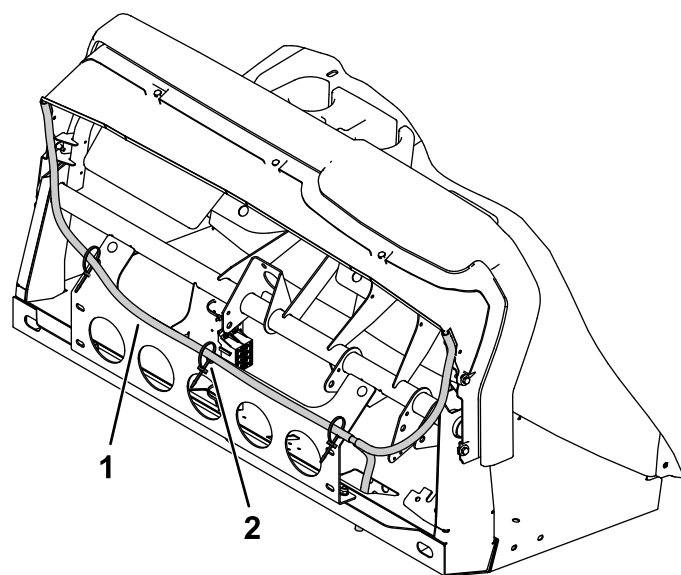

Figura 43
- Începând de la partea pasagerului, direcționați tubul transparent conectat în jos, prin placa de podea (cu pedala de ambreiaj) către partea operatorului din față (Figura 43).
- Fixați tubul transparent conectat cu cei 3 suporti magnetici colier de cablu și 3 coliere de cablu (Figura 43).